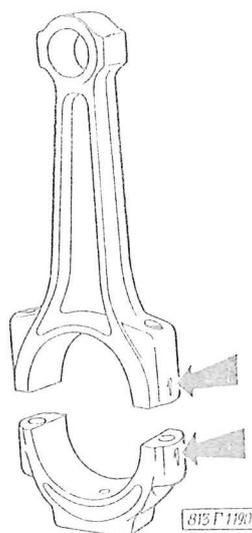

Abb. 03-80 Montage der Pleuelstangen
37. Das Kurbelgehäuse im Montageständer umdrehen. Pleuelstangen mit annähernd gleichem Gewicht aussuchen. Der grösste Gewichtsunterschied zwischen der leichtesten und schwersten Pleuelstange darf 12 Gramm nicht überschreiten. Die Pleuelstangen sind vom Herstellungswerk mit Nummern bezeichnet, die an der Pleuelstange und auch am Pleuelstangendeckel eingepreßt sind (Abb. 03-80). Die Kurbelzapfen der Pleuelstange einölen und die Pleuelstangen so einbauen, dass die Nummer am Pleuelstangendeckel sich auf der Seite befindet, auf der die Nummer an der Pleuelstange eingepreßt ist. Wenn ursprüngliche Pleuelstangen eingebaut werden, sind diese so einzubauen, wie sie ursprünglich eingebaut waren. Die Pleuelstangen-Schrauben werden mit dem Schlüssel N-1772B und dem Verlängerungstück URN-0002 auf $11 \begin{matrix} + 0,5 \\ - 0,0 \end{matrix}$ kpm angezogen.